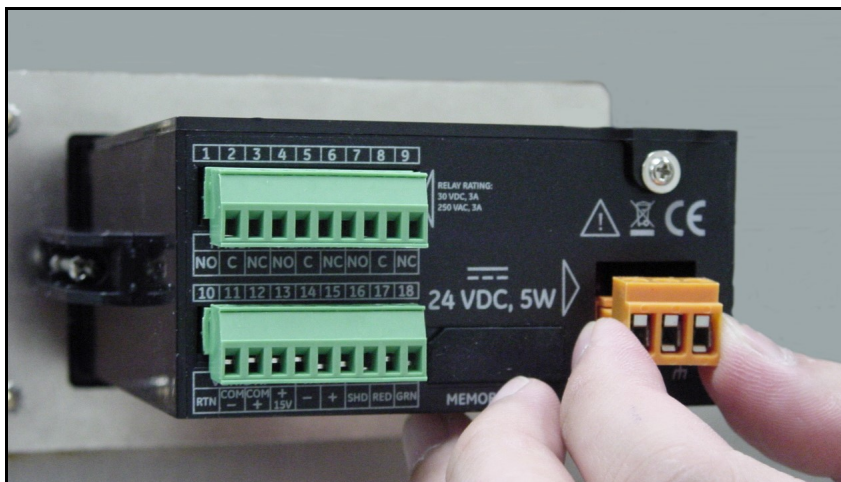

Abbildung 41: Entfernen des Gleichstromsteckers
1. Ziehen Sie den Gleichstromstecker von der Rückwand ab (siehe Abbildung 41).